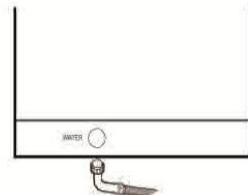

Fig. 6
- 2- Conectar la electroválvula de alimentación para suministrar corriente a través de la manguera de suministro. (Fig. 6)